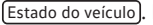

Fig. 94 Na parte superior do console central: botão do sistema Start-Stop. ►
- Para desligar o sistema, pressionar o botão  situado no console central → Fig. 94.
- Para voltar a ligar o sistema, pressionar de novo o botão  do console central → Fig. 94.